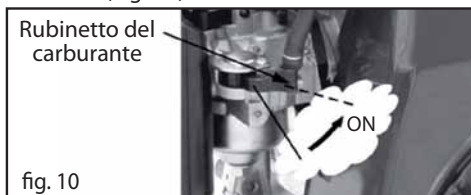

fig. 10
6. Portare il rubinetto del carburante in posizione ON (Fig. 10).